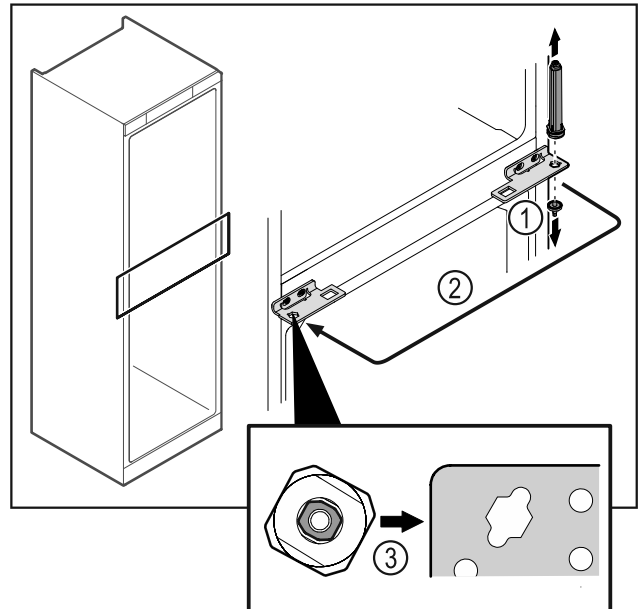

Fig. 49
- ▶ Atsukite šarnyrinį kaištį Fig. 49 (1).
- ▶ Perkelkite durų uždarymo sistemą Fig. 49 (2).
- ▶ Įstatydami atkreipkite dėmesį į tai, kad durų uždarymo sistema būtų tinkamai išlygiuota Fig. 49 (3).